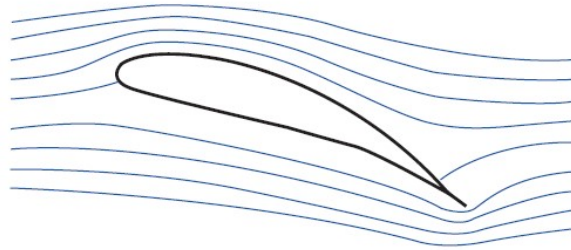

Figure 2 - Lignes de courant autour du profil d'une aile d'avion
- Q2.** Dans la **figure 2** sont représentées les lignes de courant pour un profil donné. En analysant ces lignes de courant, expliquer pourquoi l'écoulement stationnaire de l'air, supposé parfait, homogène et incompressible, génère une force de portance de l'avion.